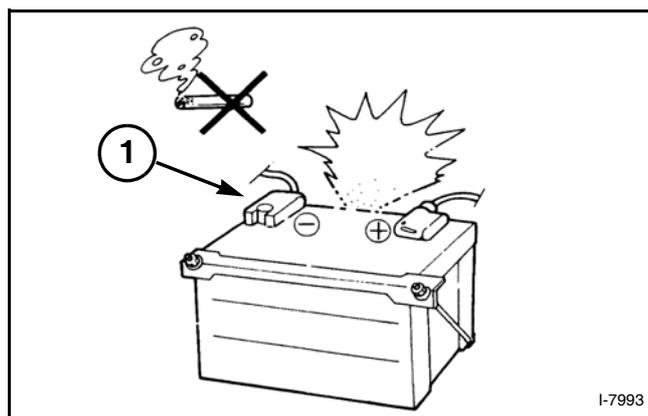

FIG. 26
FIG. 26 : Pour éviter les courts-circuits, débranchez le câble négatif (-) (1) de la batterie avant d'effectuer vos réglages ou d'entretenir le circuit électrique.